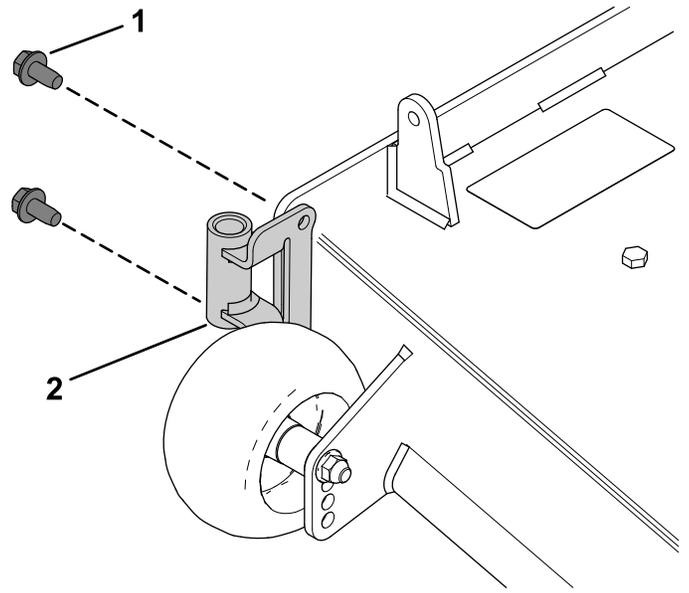

Figure 8
1. Fixez le support de ventilateur sur le tablier de coupe à l'aide de 2 vis à embase à tête hexagonale ( $\frac{3}{8} \times \frac{3}{4}$  po), comme montré à la Figure 8.